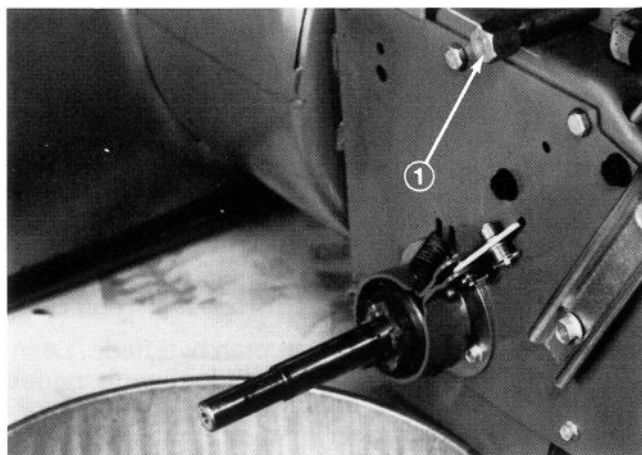

Fig. 30
4. Rens området omkring aftapningsskruen. Hold en beholder under og skru aftapningsskruen ud (Fig. 30).